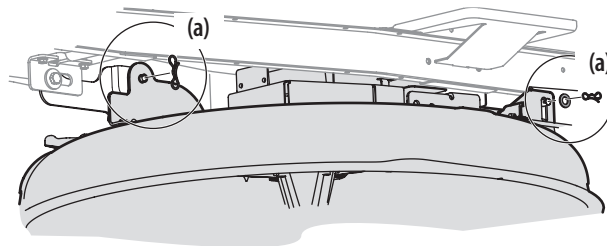

Figura 21
5. Extraiga los pasadores de chaveta con unión curva (a) que aún están sujetando la plataforma al montable, como se indica en la Figura 21.
5. Asegure la plataforma a los brazos de elevación de la plataforma utilizando dos pasadores de chaveta con unión curva. Consulte la Figura 21.